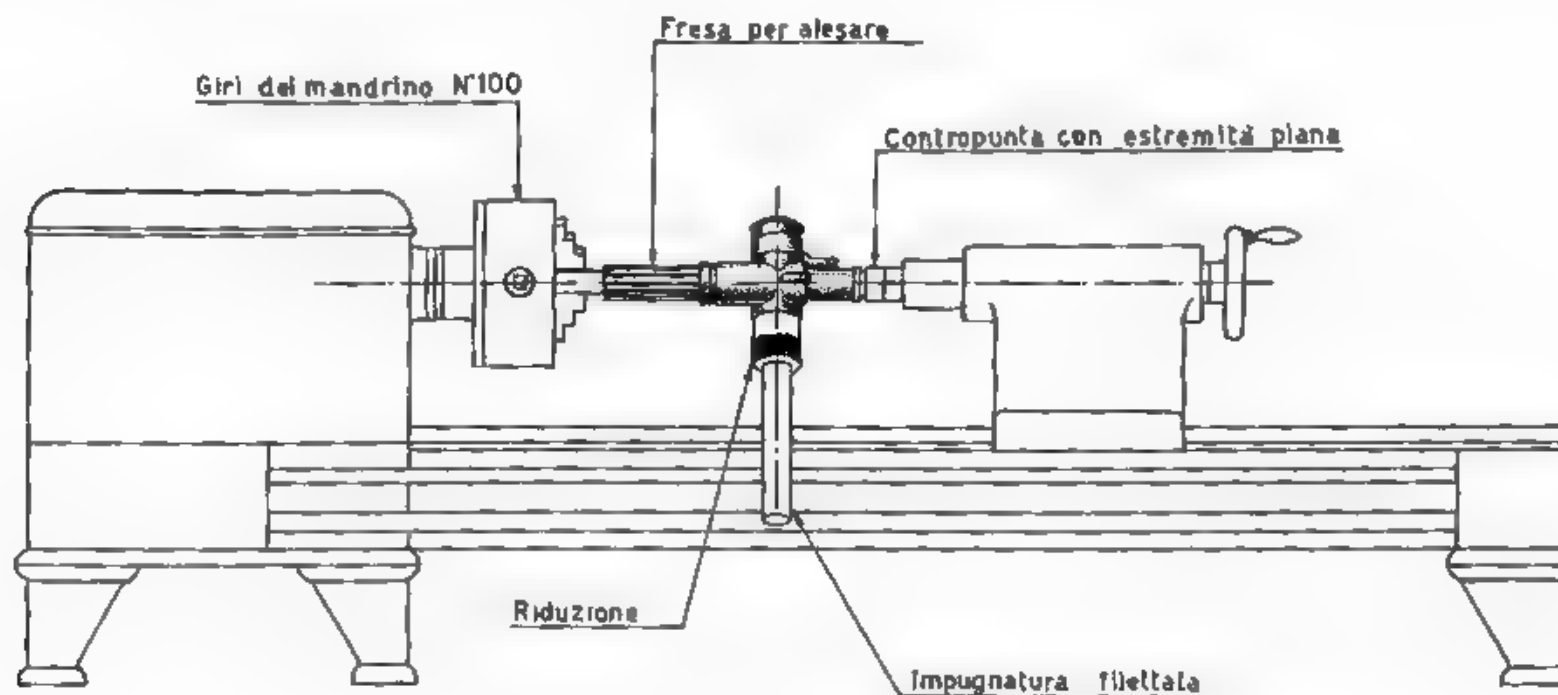

Fig. 113 - Alesatura della camera miscela del carburatore.
2) Prendere la fresa con guida anteriore n. 03 20884 per la prima operazione d'imbocco e montarla sull'autocentrante del tornio come mostrato in fig. 113, assicurandosi della sua centratura.
6) Accompagnare a mano il carburatore da alesare fino all'inizio dell'imbocco della fresa, poi premendo sull'estremità inferiore del carburatore stesso, con la contropunta del tornio a forma piano (appositamente preparata), avanzare lentamente e progressivamente per circa 25-30 mm., in modo da avere nel corpo da alesare un corrispondente tratto maggiorato nel quale poi imboccare la fresa a finire (fig. 113).